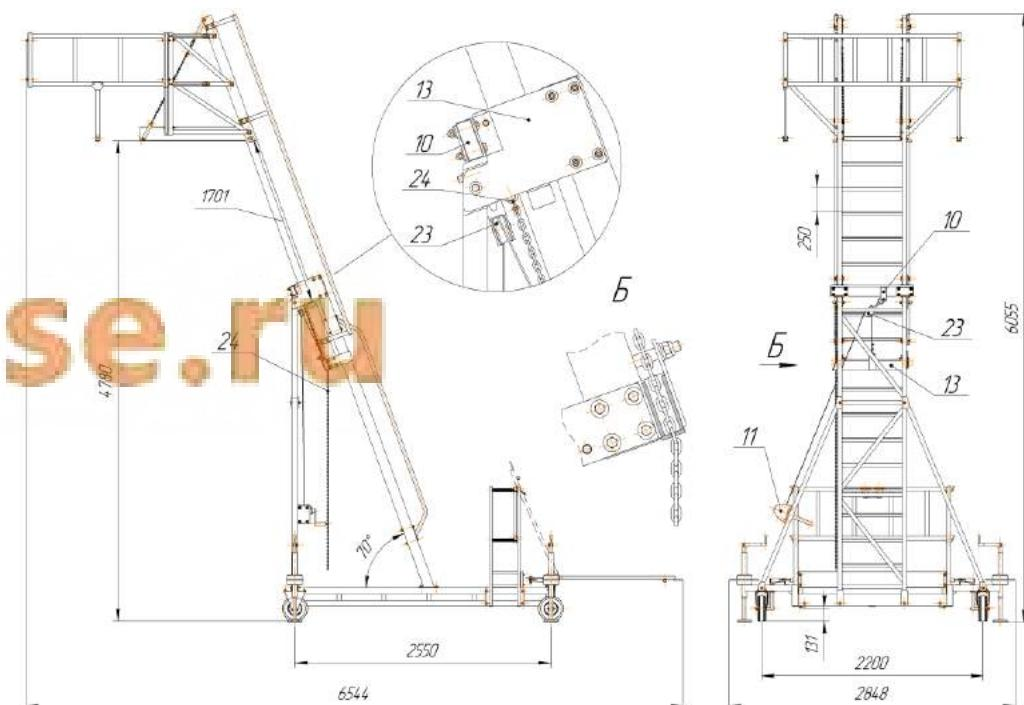

Рис. 5
5.15. При помощи карабина (комплектуется в зависимости от типа блока) присоединить блок 23 к раме вертикальной 10. Рис. 5.
5.16. Уложить в ёлоб блока 23 трос лебёдки 11 после чего закрепить на лестнице 13. Рис. 5.
5.17. Присоединить цепь с монтажной скобой 24 к скобе лестницы 13. Рис. 5.
Цепь 24 после подъёма лестницы укладывается в вилку, расположенную на лестнице 13, и обеспечивает дополнительную страховку при срыве стопора . Себки 11. Рис. 5